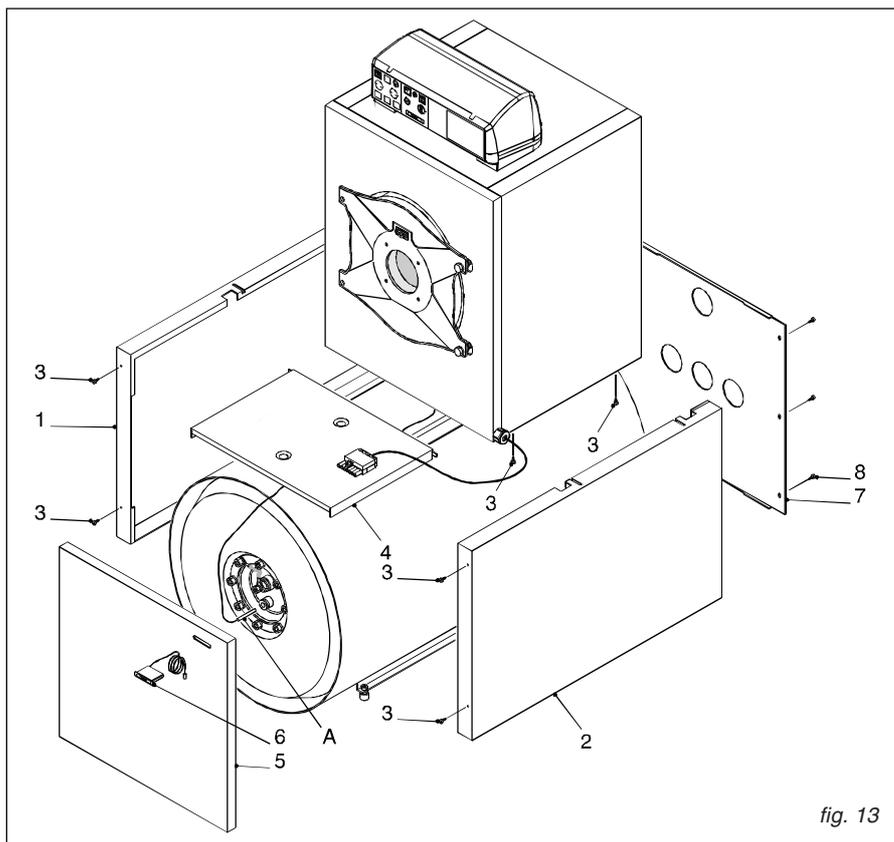
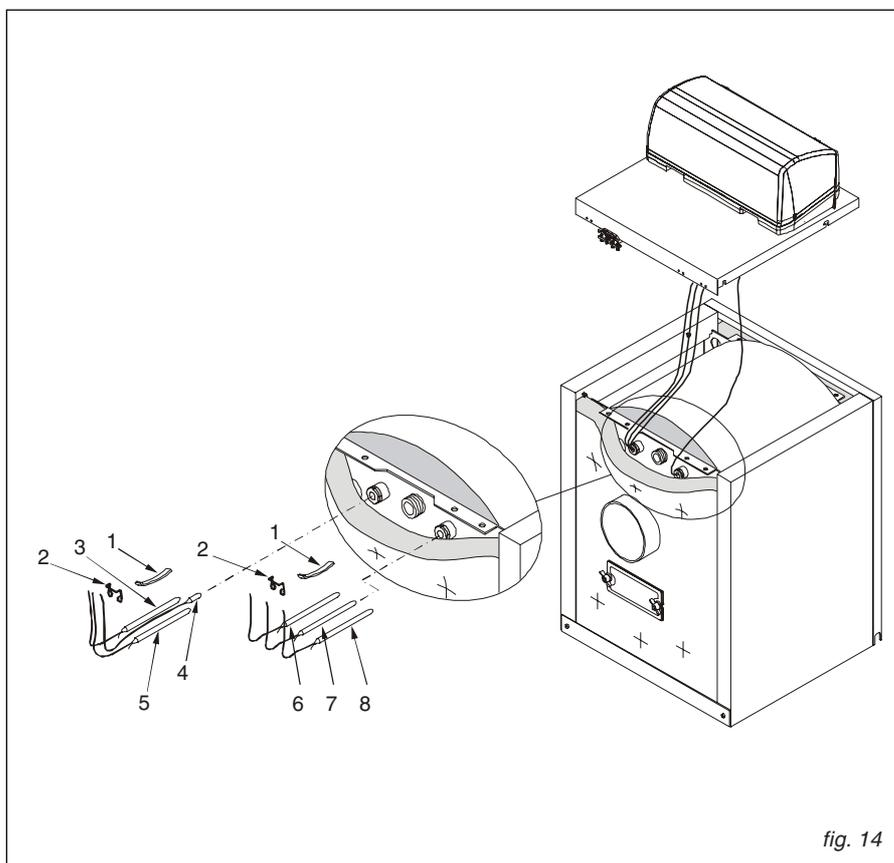

fig. 13
fig. 14
D) Montare il mantello della caldaia come descritto precedentemente e dopo aver montato il quadro elettrico, far scendere il capillare del termostato bollitore di fianco alla caldaia, dirizzarlo verso la flangia del bollitore ed inserire in profondità il bulbo nel pozzetto (vedi fig. 13).
E) (rif. fig. 13) Fissare sotto ogni fianco del mantello caldaia n° 2 viti autofilettanti (pos. 3).
E) Inserire i due fianchi del mantello bollitore (pos. 1 e 2) sotto i fianchi del mantello caldaia bloccando tra di loro anche il pannello superiore anteriore (pos. 4).
Per il pannello versione “sola caldaia” (cod. 21058), le sonde dei termostati andranno posizionate nei pozzetti nel modo indicato in fig. 14.
Per il pannello versione “caldaia + bollitore” (cod. 21073) (caldaia modello **PENTRA B**), le sonde dei termostati andranno posizionate nei pozzetti nel modo indicato in fig. 14, inoltre, la sonda del termostato bollitore e quella del termometro bollitore (montato sul pannello anteriore bollitore) andranno inserite nel pozzetto posto sulla flangia bollitore (vedi fig. 13). Rif. fig. 14:
**Per il pannello versione "elettronica"** (cod. 21108) (caldaia modello **PENTRA/PENTRA B con termoregolazione**), le sonde dei termostati andranno posizionate nei pozzetti nel modo indicato in fig. 14, inoltre, la sonda del bollitore (SPFS) e quella del termometro bollitore (montato sul pannello anteriore bollitore) andranno inserite nel pozzetto posto sulla flangia bollitore (vedi fig. 13).